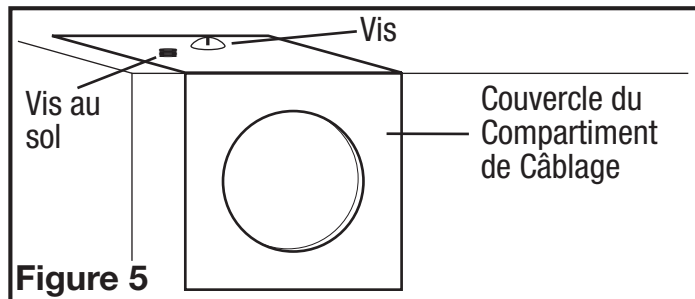

Figure 5
- Enlever la vis du couvercle du compartiment à câblage et mettre ce couvercle dans un endroit fiable (Figure 5).